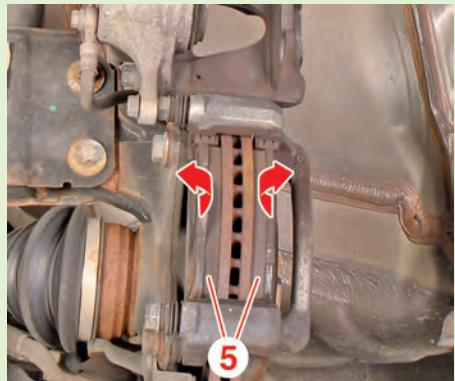

Fig.3
- Basculer l'étrier de frein (3) vers le haut.
- Si le disque de frein doit être remplacé, déposer également la vis supérieure puis suspendre l'étrier de frein à l'aide d'une ficelle ou d'un crochet. *Ceci, afin d'éviter que le flexible de frein (4) soit en contrainte.*
- Sortir les plaquettes de frein (5) de leur logement pour les déposer (Fig.3).